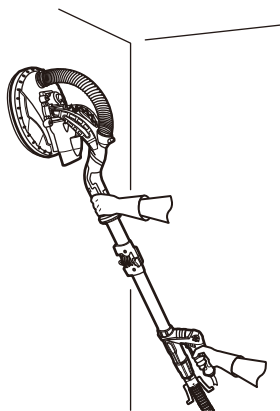

Fig. 13
- > Avant de commencer, assurez-vous que la surface de travail est exempte de tout obstacle tel que des clous ou des vis. Retirez-les le cas échéant. Tenez l'appareil en mettant une main sur la poignée principale (5) et l'autre sur la surface de préhension (1) (Fig. 13).